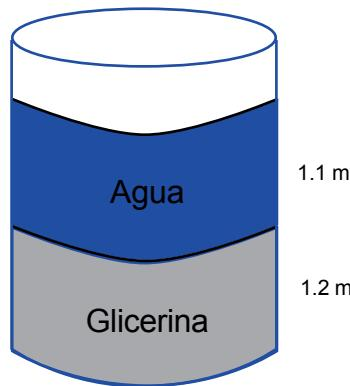

Figura 9. Problema 2.
2. En un tanque de 2 m de diámetro, como el de la figura 9, coexisten dos líquidos de densidades relativas 0.8 y 1.2. Sabiendo que los dos tienen el mismo nivel (h) y que la fuerza total sobre el fondo es 120 000 N, determinar el nivel de cada líquido en el tanque.